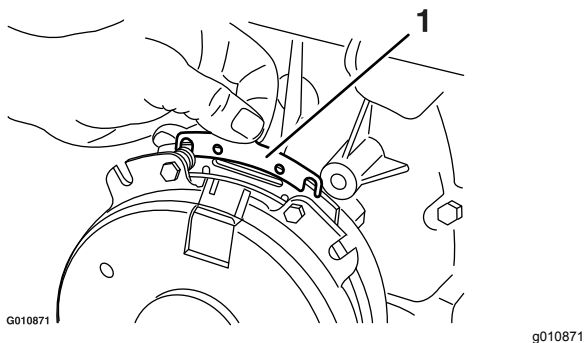

Figura 75
- B. Usando alicates de punta fina, o a mano, sujete la pestaña y retire el suplemento (Figura 75).